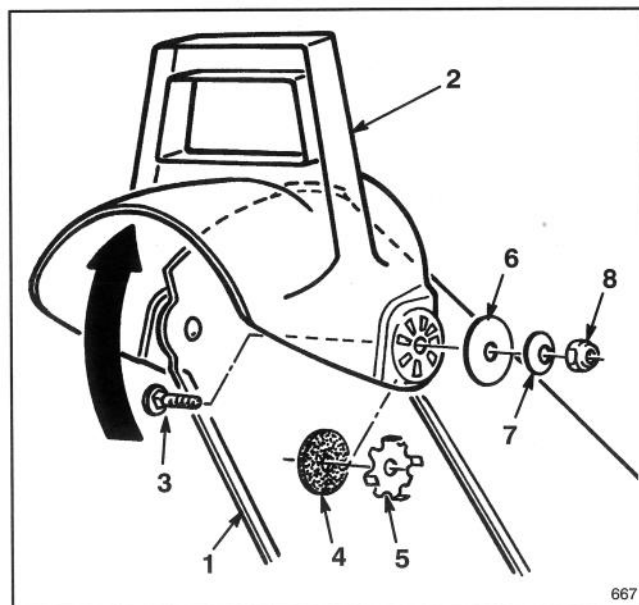

Figure 12
2. Fixez le côté gauche du déflecteur à la goulotte de l'éjecteur en montant les pièces comme illustré à la figure 12. Vérifiez que la rondelle de caoutchouc et la plaque de frottement se trouvent entre l'éjecteur et le déviateur et que les languettes de la plaque de frottement sont insérées dans les trous du déviateur. La Figure 12 indique l'ordre correct de montage des pièces.